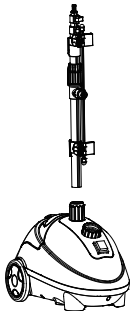

FIG 1
4. Asegúrese de que los clips inferiores estén hacia el interruptor, coloque la varilla en el receptáculo de la unidad. Asegúrese de que la contratuerca de la varilla esté suelta Gírela hacia la izquierda para aflojarla. (FIG 1)